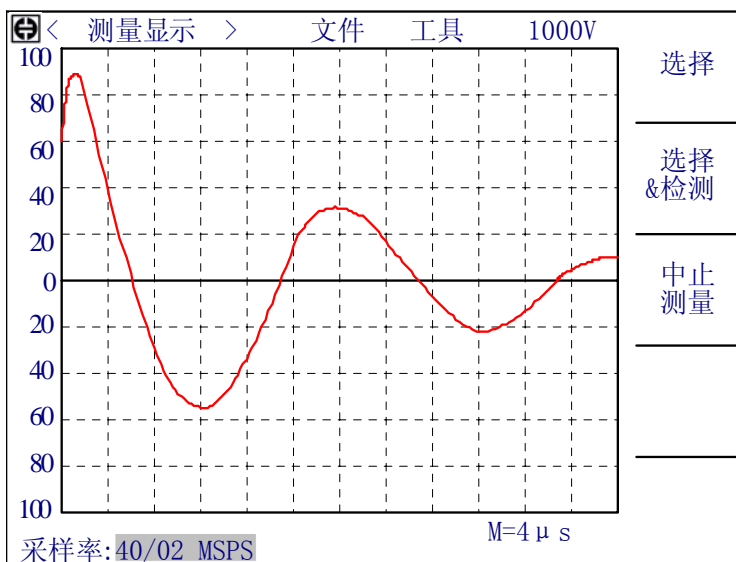

图 4-8 标准波形采样-连续循环
1. 连续循环：按下启动键后，仪器将循环的测试每个采样率下的标准波形，而且每次测试间将等待一段时间，等待用户的操作，此时可用的软键如图 4-8 所示。